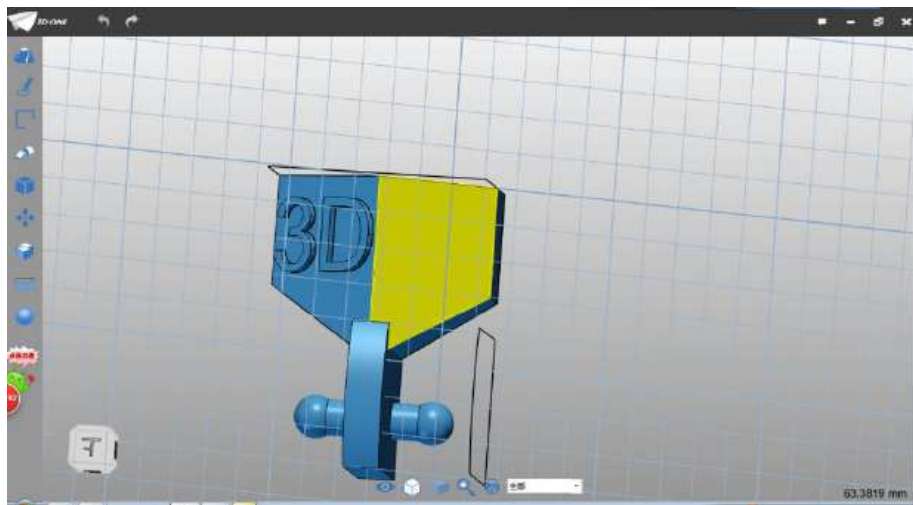

图 1-22
Step 22 点击确定，完成拉伸。选择草图字体命令，绘制平面选择如下图 1-22 所示：